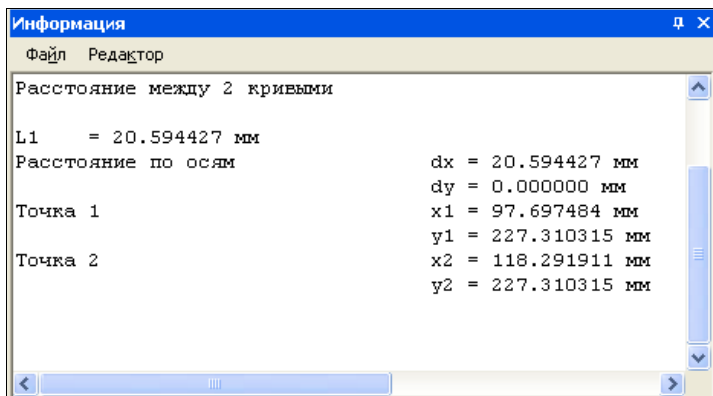

Рис. 19.6. Окно **Информация** с результатами измерения расстояния между двумя кривыми
**Расстояние между 2 кривыми** — определяет расстояние между любыми кривыми. После вызова команды укажите "ловушкой" прямые **t1t2** и **t5t6**. Система измерит расстояние и откроет диалоговое окно **Информация** (рис. 19.6).